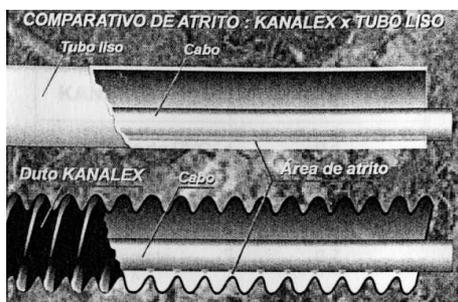

Figura 1
- d) Em razão do baixíssimo coeficiente de atrito entre duto e cabo, pode-se ampliar as distâncias entre as caixas de passagem ou de inspeção, reduzindo de forma acentuada, os custos de mão de obra e tempo de execução (Figura 1, Quadro I)